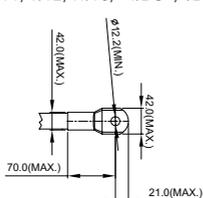

Рисунок 3
6. На рис. 3 и Рис. 4 дана спецификация термоусадочной трубки в соответствии с UL (600C, YDPU2).